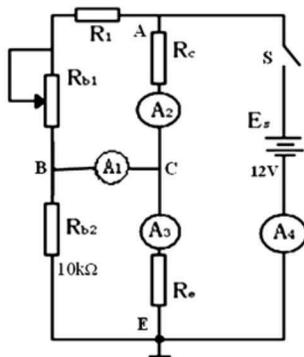

图 1-8 电量的测量
(1) 测试名称: 电路中电压、电流的测量。
(2) 任务内容: 使用电压表、电流表、万用表测量电路中的电压、电流。
(3) 任务要求: 正确使用电压表、电流表、万用表; 根据给定电路, 正确接线, 使电路正常运行; 正确测试电压、电流等相关数据; 撰写测试报告。
(4) 测试电路: 如图 1-8 所示(电路参数由指导老师给定)。
(5) 测试程序:
① 选择电路元件并按测试电路正确连接。
② 检查电路正确后, 合上电源开关, 进行测试。